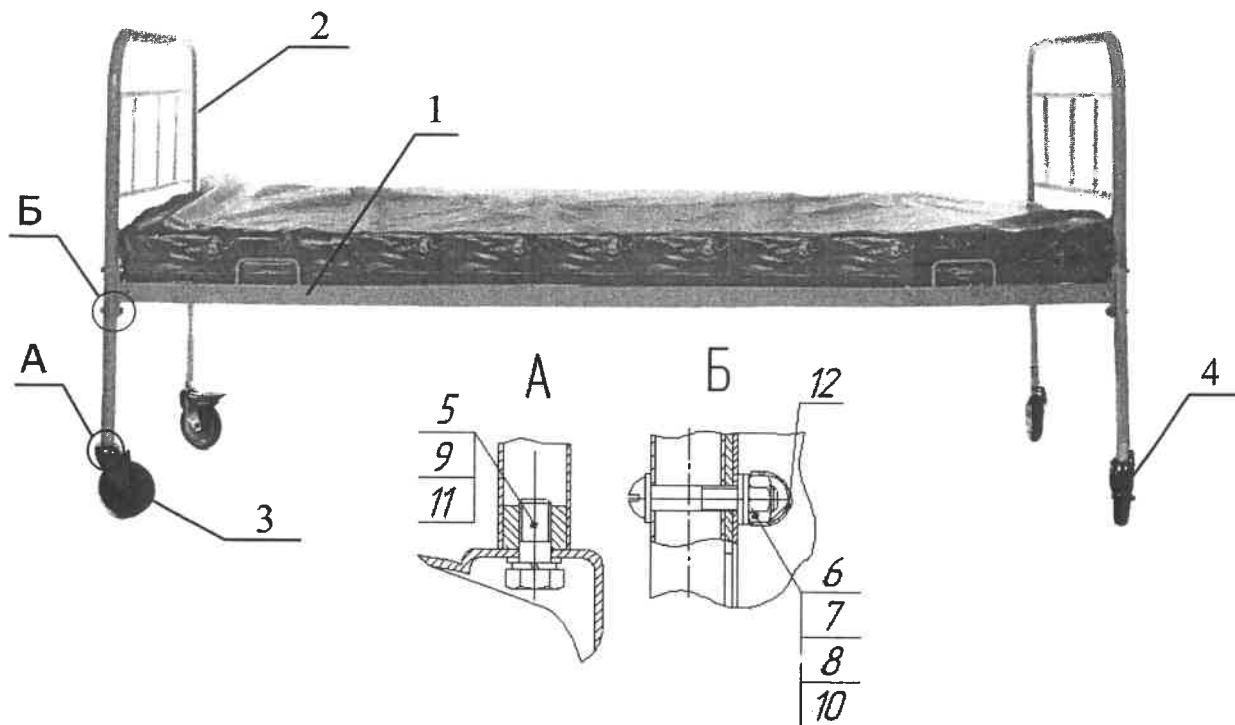

Рисунок 2
Габаритные размеры кровати (длина x ширина x высота) без составляющих (рисунок 1 и рисунок 2), мм	2038±5x900±5x1000±5
4.2 При комплектации колесными опорами на ножки каждой спинки поз. 2 установите колесные опоры поз. 3 и поз.4 с помощью болтов поз. 5 и шайб поз. 9 и поз. 11. (см. А, рисунок 2).
4.3 Раму поз. 1 и спинки поз. 2 соедините между собой при помощи винтов поз.6, гаек поз. 7 и шайб поз. 8 и 10 (см. Б, рисунок 2).